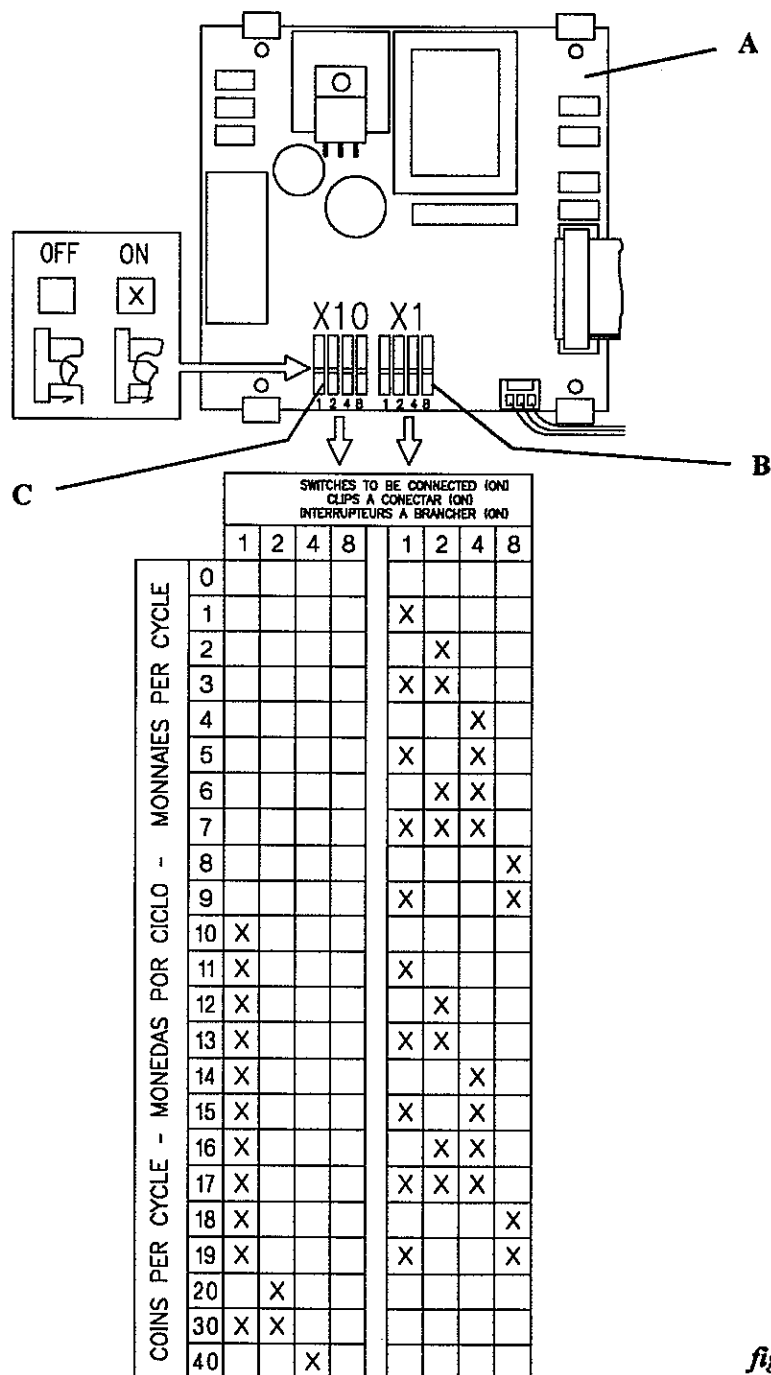

fig. 14
These machines are provided with a pre-selector/counter (*fig. 14/A*), that enables to select or modify the quantity of coins/tokens required for starting a programme.
Estas lavadoras están dotadas de un preselector/contador (*fig. 14/A*), que permite seleccionar y modificar la cantidad necesaria de monedas/fichas a introducir para iniciar un programa.
Ces machines sont équipées avec un préselecteur/compteur (*fig. 14/A*), pour sélectionner et modifier la quantité nécessaire de monnaies/jetons à introduire pour commencer un programme.
Right assembly (fig. 14/B). X1 marked. Selects the units.
Left assembly (fig. 14/C). X10 marked. Selects the tens.
- Localizar la placa preselección, fijada en la parte interna del panel de mandos. En ella se distinguen dos grupos de interruptores: *Grupo de la derecha (fig. 14/B).* Marcado X1. Selecciona la cifra de las unidades.
Grupo de la izquierda (fig. 14/C). Marcado X10. Selecciona la cifra de las decenas.
Groupe à droite (fig. 14/B). Marqué X1. Pour sélectionner la chiffre des unités.
Groupe à gauche (fig. 14/C). Marqué X10. Pour sélectionner la chiffre des dizaines.
- Connect coin counter device switches, associate as necessary to obtain the desired quantity. *Fig. 14* shows the appropriate associations up to a maximum quantity of twenty coins/tokens, and to set examples, some higher quantities. («X» indicates switch connected).
- Brancher les interrupteurs du dispositif compteur de monnaies, effectuer la combinaison nécessaire pour obtenir la quantité désirée. La *fig. 14* indique les combinaisons appropriées jusqu' à une valeur maximum de vingt monnaies/jetons et comme exemple, quelques valeurs supérieures. («X» indique interrupteur connecté).
The internal pre-selector/counter (*fig. 14*), enables programming of different insertion operations to start the wash cycle.
Mediante el preselector/contador interno (*fig. 14*), se pueden programar diversas maniobras de introducción para activar un ciclo de lavado.
Au moyen du présélecteur/compteur interne (*fig. 14*), on peut programmer différentes opérations d'introduction pour activer un cycle de lavage.